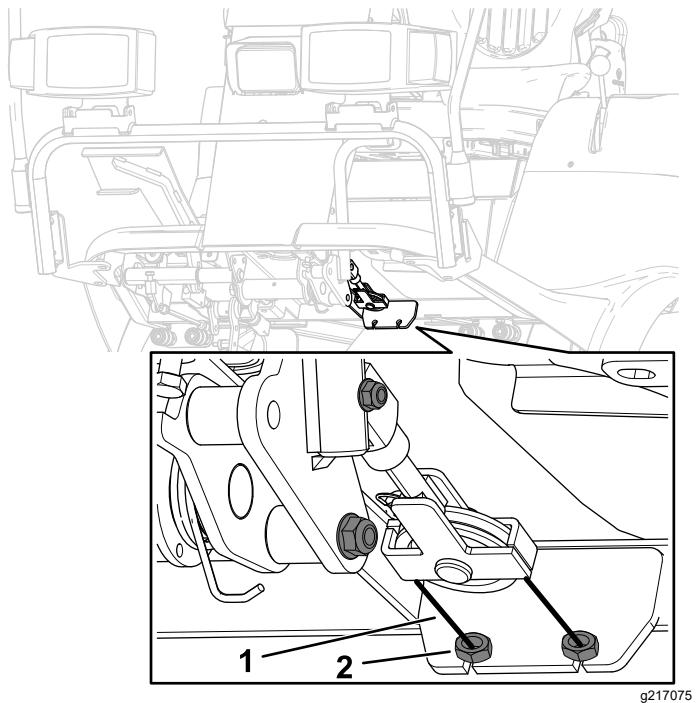

図 87
3. 調整が必要な場合は、各ブレーキケーブルの両端にある前ジャムナットと後ジャムナットをゆるめる図87。